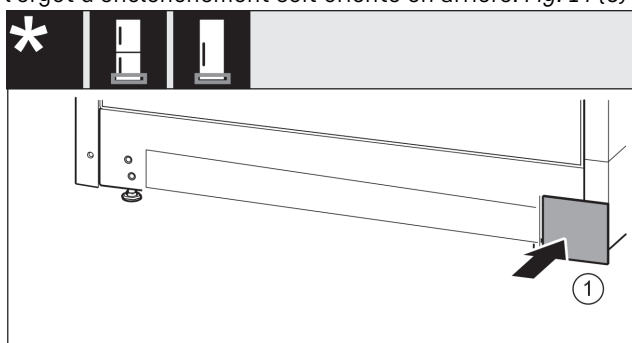

Fig. 15
- Remettre en place le cache de l'autre côté. *Fig. 15 (1)*